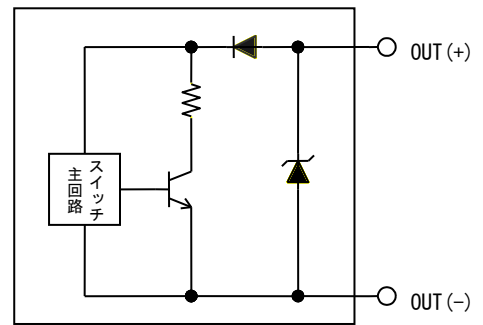

図 1
- * 10 : 入力電流が投入されていない時は、アラーム出力が ON となりますのでご注意ください。図 1 には IP8101-0*2 (非防爆構造) 用アラーム出力内部回路を示します。